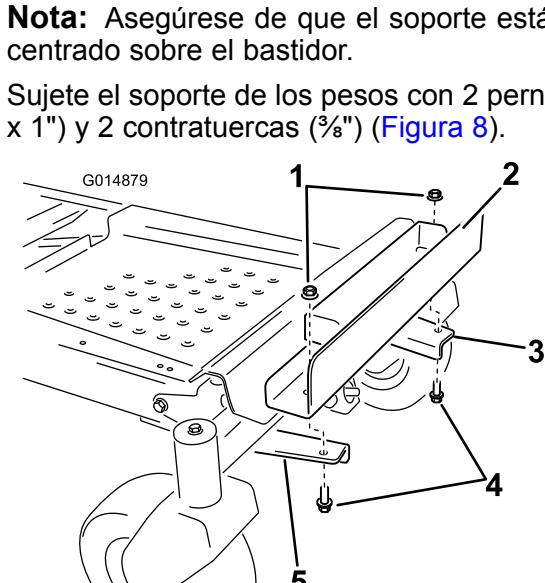

Figura 8
6. Instale el soporte de los pesos en los soportes de montaje alineando los taladros exteriores del soporte con los soportes de montaje instalados anteriormente (Figura 8).